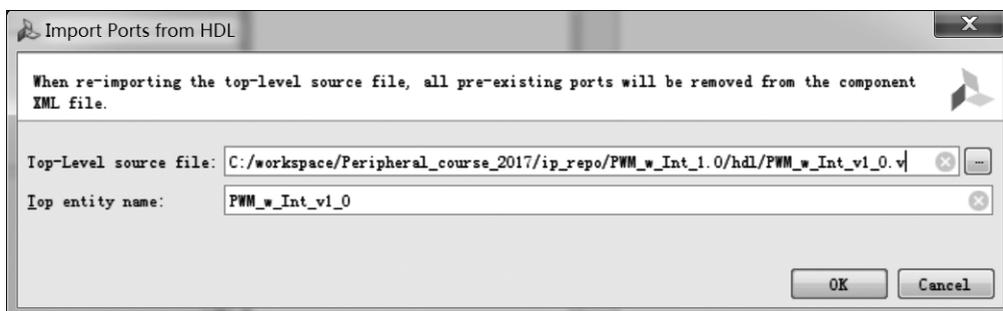
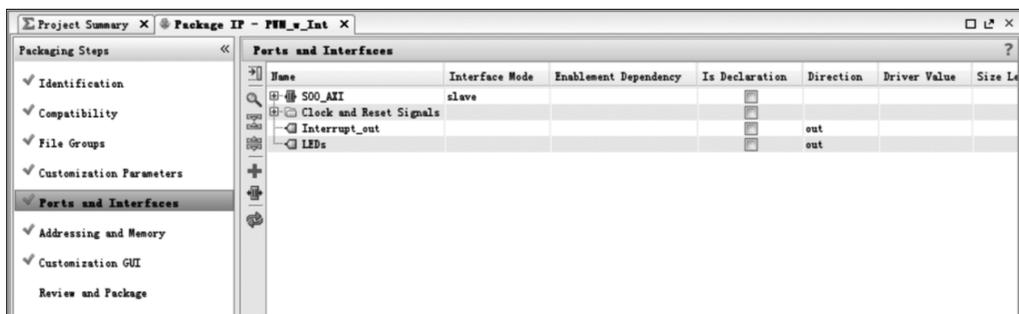

图 3-13 通过选定顶层设计文件添加输出引脚
图 3-14 引脚正确添加后的结果
(9) 在 Package IP 界面左侧选择 Ports and Interfaces 选项,检查模块的 Interrupt\_out 和 LEDs 信号引脚是否已经设置为输出引脚。如果 Ports and Interfaces 选项的图标上不是绿色的钩,则在该选项上单击,即可自动加入;也可以右击该选项,在弹出的快捷菜单中选择 Import IP Ports 命令,找到模块的顶层设计文件,即 PWM\_w\_Int\_v1\_0.v,通过选定顶层设计文件添加输出引脚,如图 3-13 所示。引脚正确添加后的结果如图 3-14 所示。